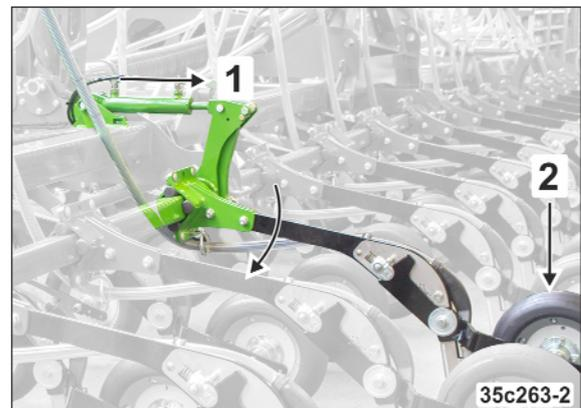

Fig. 180
1. Plus le vérin hydraulique (Fig. 182/2) sort, plus la barre de socs (Fig. 180/1) tourne et la pression d'enterrage des socs augmente (Fig. 180/2).